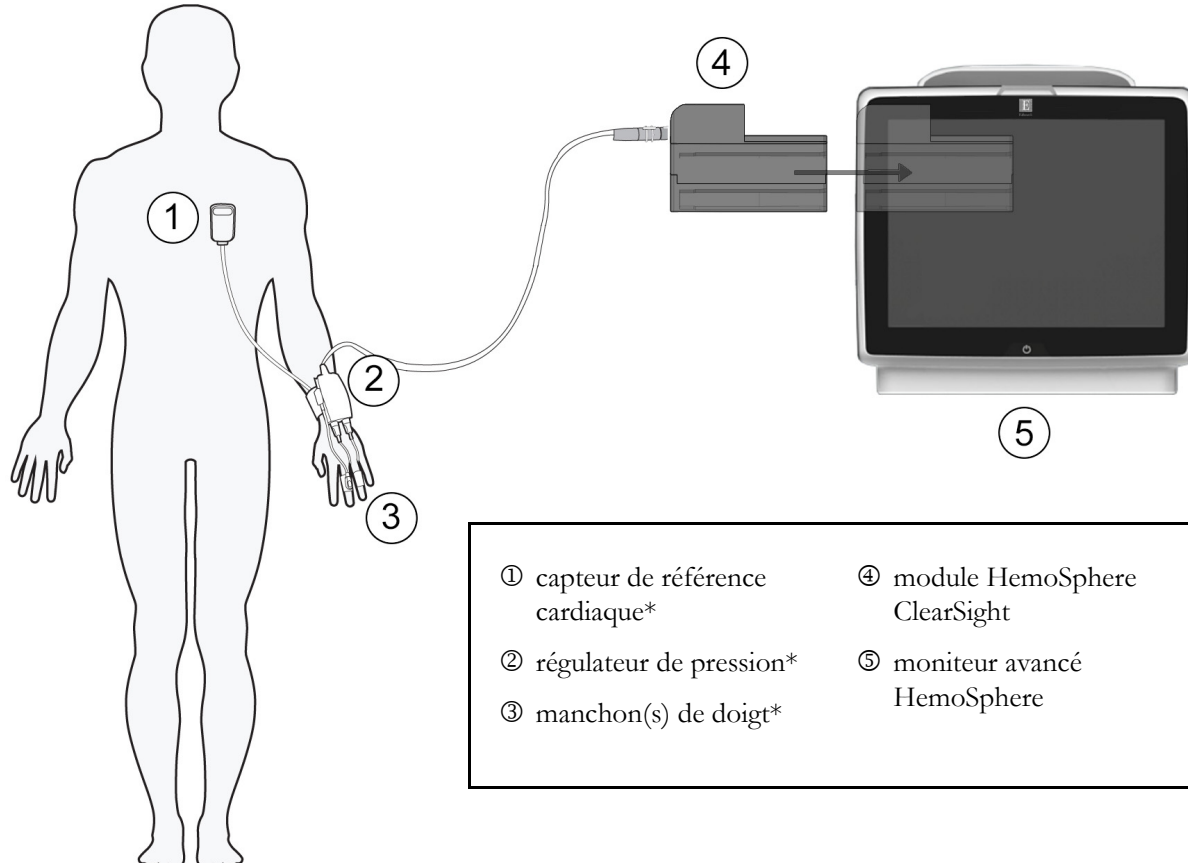

Figure 11-1 Présentation des branchements du système non invasif HemoSphere
Le système non invasif HemoSphere se compose du moniteur avancé HemoSphere en association avec le module ClearSight et un régulateur de pression connecté, un capteur de référence cardiaque et un ou plusieurs manchons de doigt Edwards compatibles. Voir les branchements du système à la figure 11-1 à la page 191. La mesure précise de la pression artérielle du patient et des paramètres hémodynamiques clés est basée sur la méthode du « volume clamp », la méthode Physiocal et l'algorithme ClearSight.
Le module HemoSphere ClearSight est compatible avec tous les manchons de doigt Edwards approuvés. Voir figure 11-1 pour une présentation des branchements du système non invasif HemoSphere.
Les composants désignés par la légende * dans la figure 11-1 sont des PIÈCES APPLIQUÉES selon la définition de la norme CEI 60601-1 qui, dans des conditions d'utilisation normales, entrent nécessairement en contact physique avec le patient pour que le système non invasif HemoSphere puisse fonctionner correctement.
- 3** Raccorder le câble du régulateur de pression au module HemoSphere ClearSight (figure 11-1).